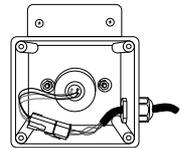

FIGURA 2
2. Una vez que la bombilla UV se ha enfriado, quite la cubierta del recinto del sistema ClearRay (9) y la junta (8) extrayendo los cuatro tornillos (10). Esto dejará expuesta la bombilla UV y las conexiones, Figura 2.